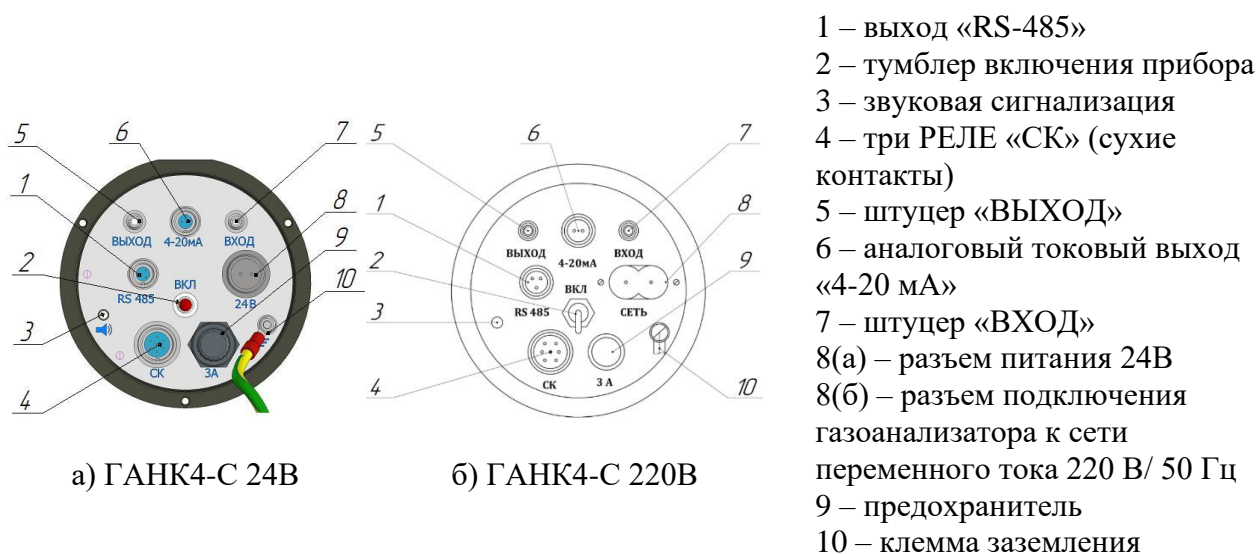

Рисунок 16 – Монтажная панель ГАНК4-С
– установленном **одном** пороге срабатывания «СК» (см. рисунок 16 поз. 4);
– установленных **двух** порогах срабатывания «СК» (см. рисунок 16 поз. 4).
– по аналоговому токовому выходу «4-20 мА» (см. рисунок 16 поз. 6) производится выдача сигнала неисправности методом попеременного секундного включения граничных значений диапазона величины токового сигнала.